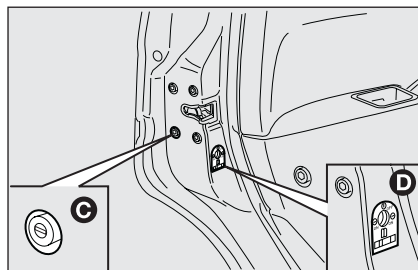

fig. 19
- ☐ l'activation du dispositif de sécurité des portes **C-fig. 19** lorsque le circuit électrique ne fonctionne pas (ex. batterie à plat);
- ☐ l'enclenchement du dispositif de sécurité enfants **D-fig. 19** sur les portes arrière.